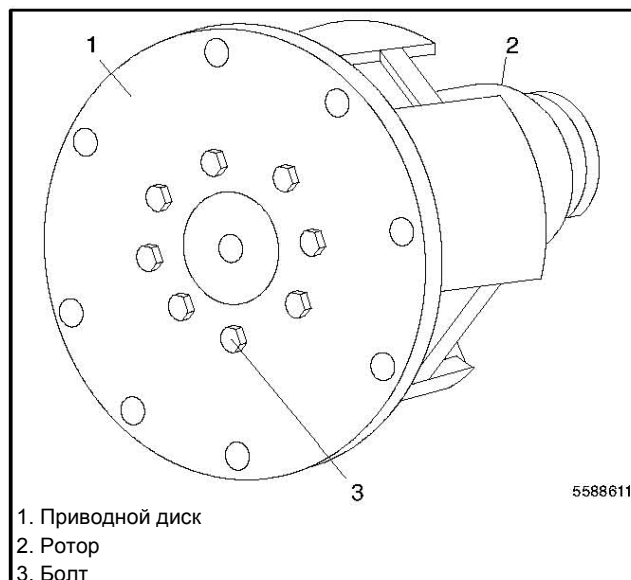

Рисунок 9-14 Установка приводного диска
1. Зажать ротор в тисках с мягкой прокладкой в губках. Установить новый приводной диск на ротор. Затянуть восемь болтов с усилием 38 Нм (28 фут фунт). См. Рисунок 9-14.